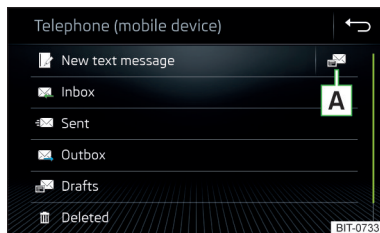

Fig. 215
- În meniul principal *Telefon*, atingeți suprafața de comandă funcții  se afișează un meniu pentru mesaje » fig. 215.
- ▶ În meniul principal al mesajelor text, apăsați suprafața de comandă funcții  » **fig. 215 la pagina 184**.